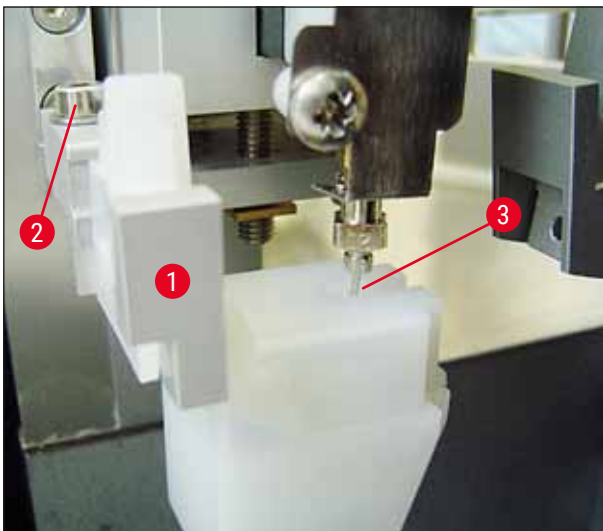

Fig. 23
2. A tale scopo, allentare la vite (→ Fig. 23-2) con la chiave Allen n. 3 (→ Fig. 22-5) ed allineare il pulisci-ugello spostando di lato il supporto (→ Fig. 23-1) ed allineare il pulisciugello spostando di lato il supporto (→ Fig. 23-3) non si porti correttamente al centro dell'apertura di pulizia (→ Fig. 23).